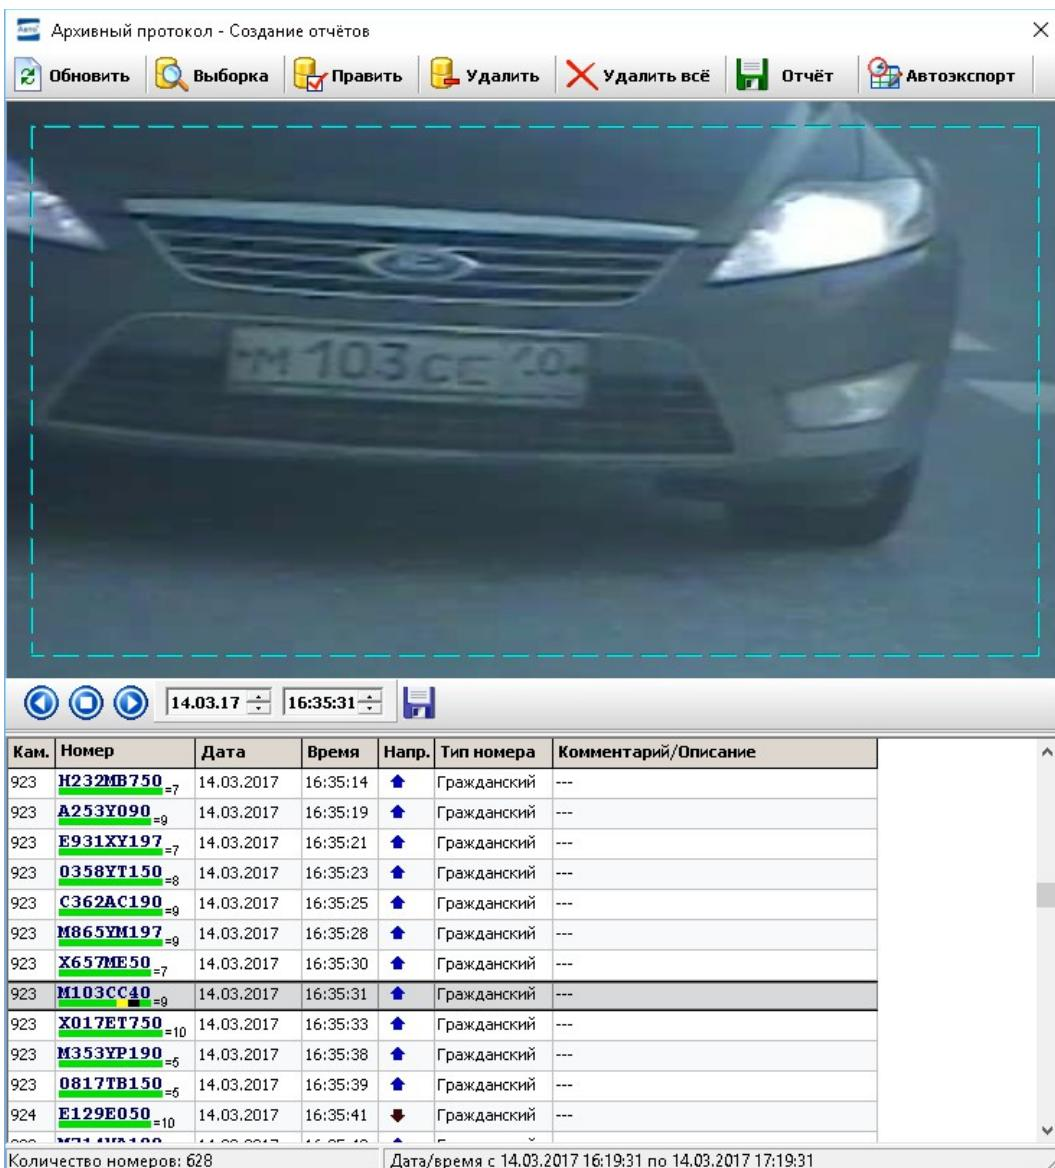

Рисунок 46: Индикатор качества распознавания.
- ❖ Параметр Показывать качество распознавания - в протоколе и архиве будет показываться цветом качество распознавания каждого символа, и количество распознаваний (Рис. 46).